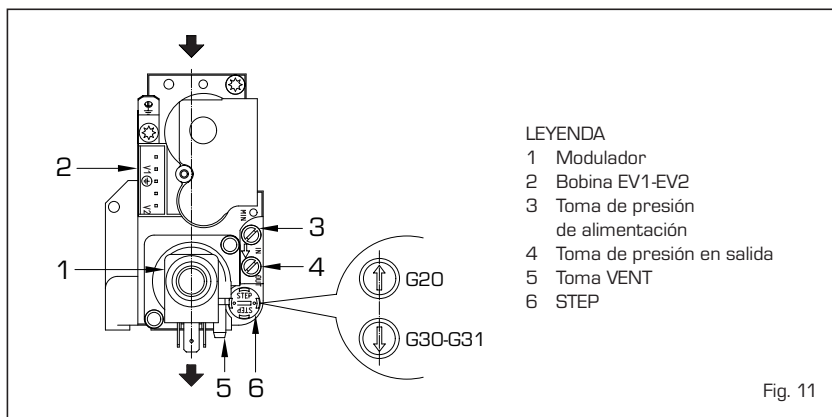

Fig. 11
- Quitar la capucha (3) del modulador.
- Verificar la presión de alimentación del toma respectiva (3 fig. 11) con caldera a la potencia máxima.
- Regular la presión máxima accionando sobre el tornillo (1) con una llave bus-